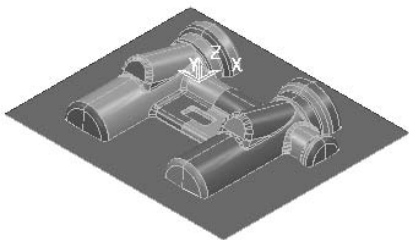

图 3-108 导入模型文件
2) 选择下拉菜单中的“文件”→“输入模型”命令, 弹出“输入模型”对话框, 选择“wangyuanjing.dgk”(“随书光盘:\第3章\3.1\uncompleted\wangyuanjing.dgk”)文件, 单击“打开”按钮即可, 如图3-108所示。